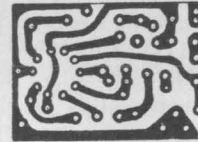

Fig. IX-12. — CI de l'ampli LX75/76.
**b) Le CI.** (Voir fig. IX-12.)